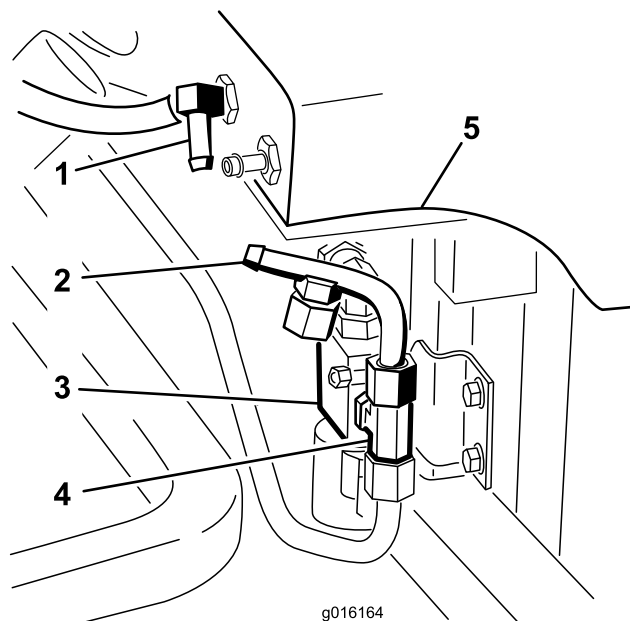

Figura 24
3. Instale o tubo hidráulico número 4 no conector em T montado no lado da válvula (Figura 24).